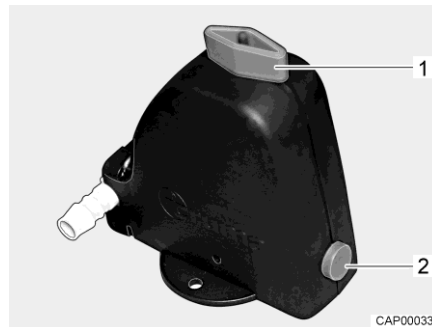
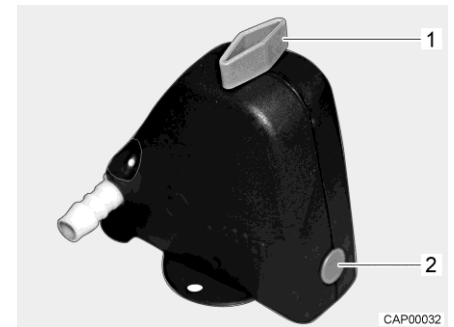

Fig. 132 Valve de sécurité et de vidange ouverte
Fig. 133 Valve de sécurité et de vidange fermée
- Fermer la valve de sécurité et de vidange. Tourner pour cela le bouton rotatif (Fig. 132,1) dans le sens transversal par rapport à la valve de sécurité et de vidange et enfoncer le bouton-poussoir (Fig. 132,2). La valve de sécurité et de vidange fermée est représentée à la Fig. 133. Lorsque la température descend en dessous de 6 °C, la valve de sécurité et de vidange ne peut pas être fermée.